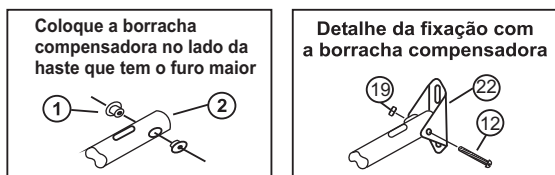

Fig. 05
-Encaixe a bucha (23) no lado da haste que tem o furo menor (os furos da bucha e da haste devem estar alinhados). Coloque as borrachas compensadoras no lado da haste que tem o furo maior conforme fig.05. Encaixe a haste no eixo do motor alinhando os furos, em seguida, passe o parafuso (16), já com o fio de aterramento e arruela dentada através da haste fixando-o com a porca (20). Conforme fig. 3 e 4. Passe os fios do motor e de aterramento pelo interior da haste através das aberturas de passagem.